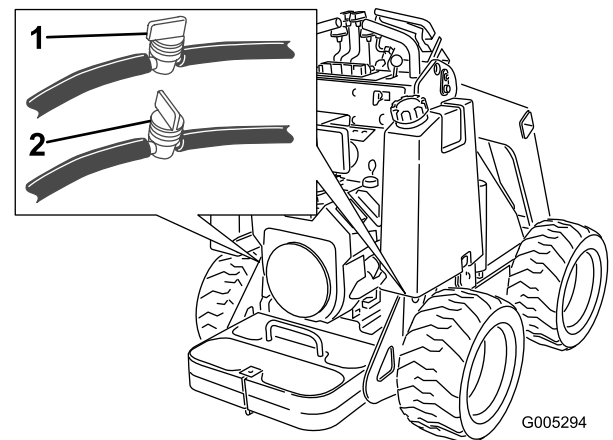

Bild 30
3. Schließen Sie den Kraftstoffhahn unten an jedem Kraftstofftank (Bild 30).
3. Schließen Sie den Kraftstoffhahn unten an dem/den Kraftstofftank(s), siehe Bild 30.
8. Öffnen Sie die Kraftstoffhähne im Schlauch unten an dem/den Kraftstofftank(s), siehe Bild 30.